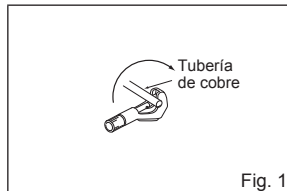

Fig. 1
- 1) Corte el tubo de cobre correctamente con un cortador de tubos. (Fig. 1, 2)